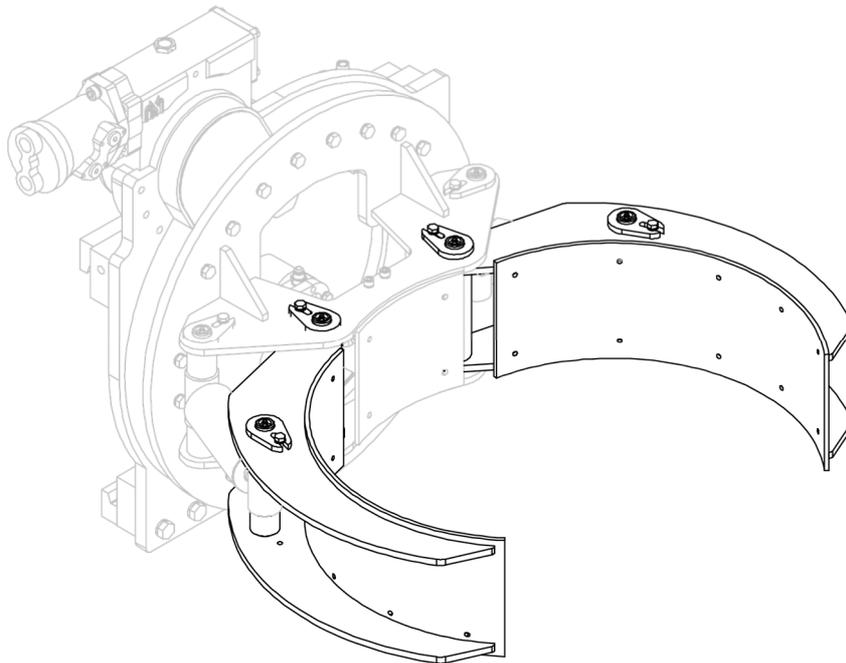
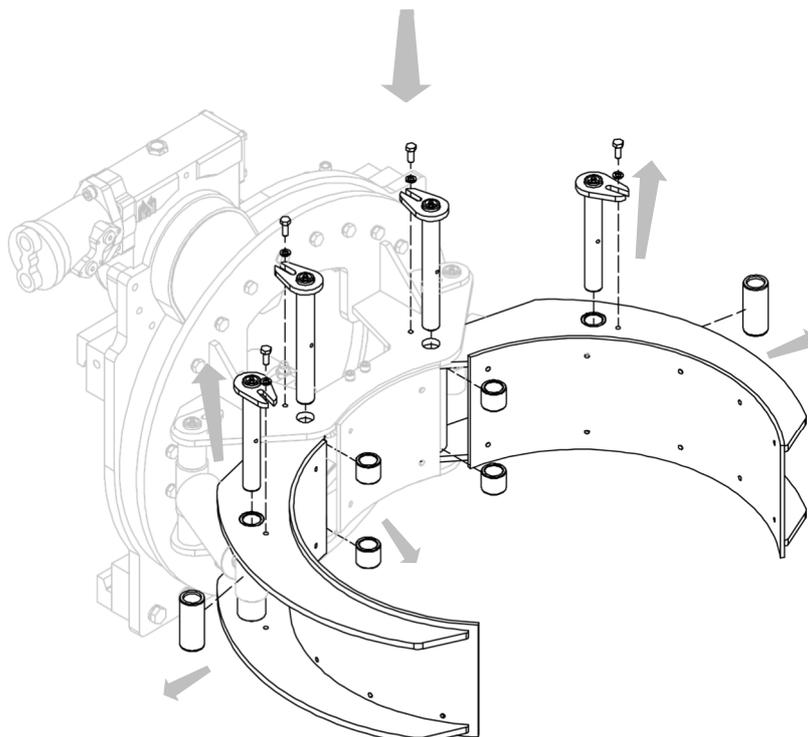

Abbildung 20
Abbildung 21
2. Entfernen Sie die Backen, nachdem Sie die Stifte, mit denen sie befestigt sind, mit den entsprechenden Schrauben und Federringen entfernt haben. Entfernen Sie auch die Lagerbuchsen der Zylinder und Backen (siehe *Abbildung 20* und *Abbildung 21*).